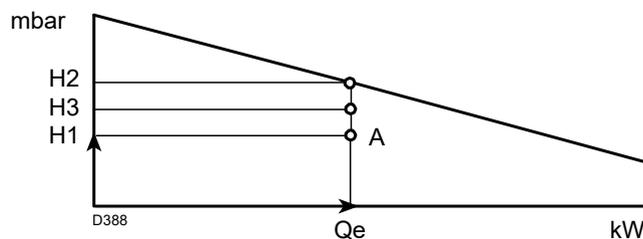

Abb. 3
- 4 Eine vertikale Linie ab dem Punkt A) (Abb. 3) ziehen und den maximalen Druck H2 des Regelbereichs ermitteln.
Resultiert H3 höher als H1)(Abb. 3), ist der Brenner in der Lage die geforderte Leistung abzugeben.